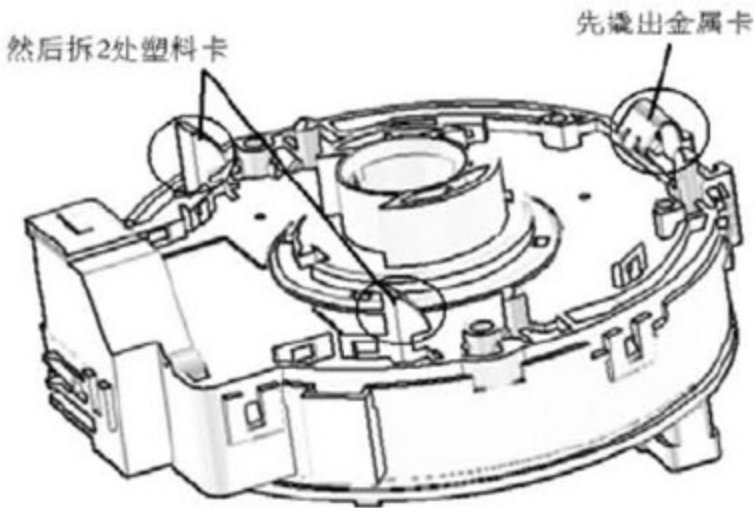

图 2—9
8) 拆下左组合开关（前照灯变光开关总成）。如图2—10所示。